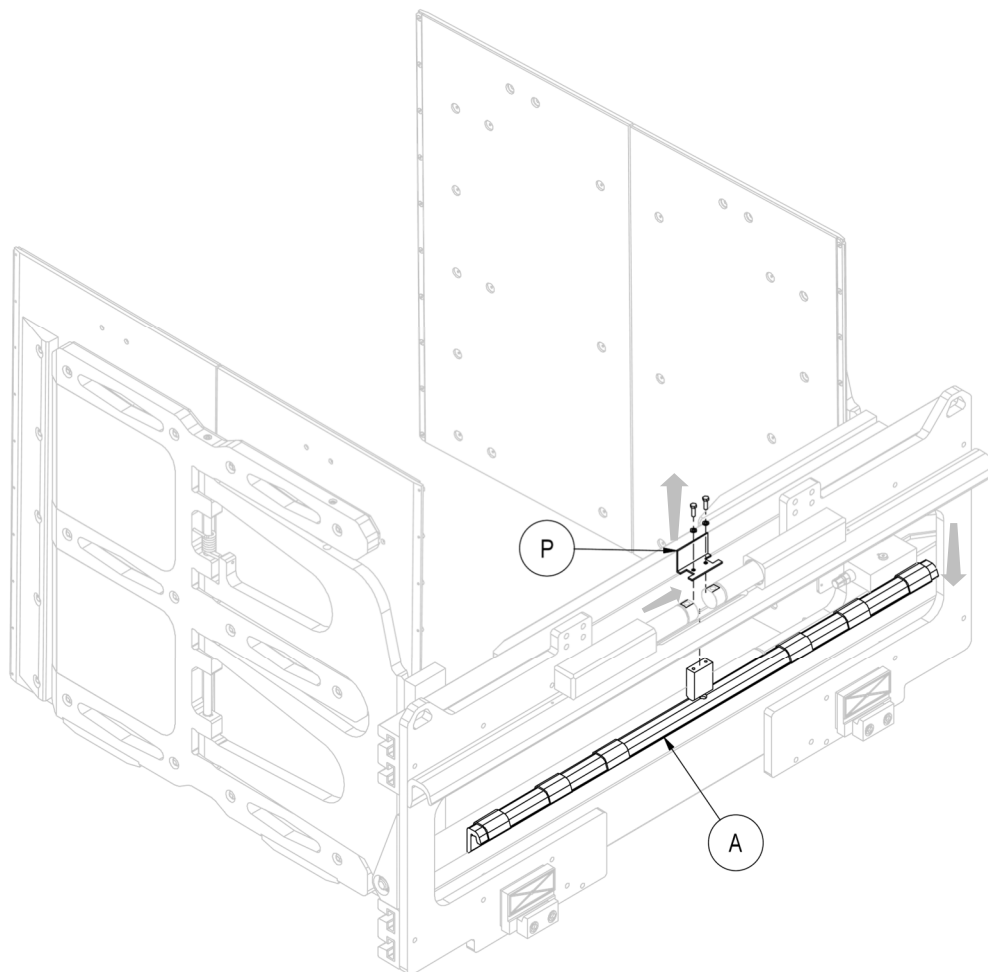
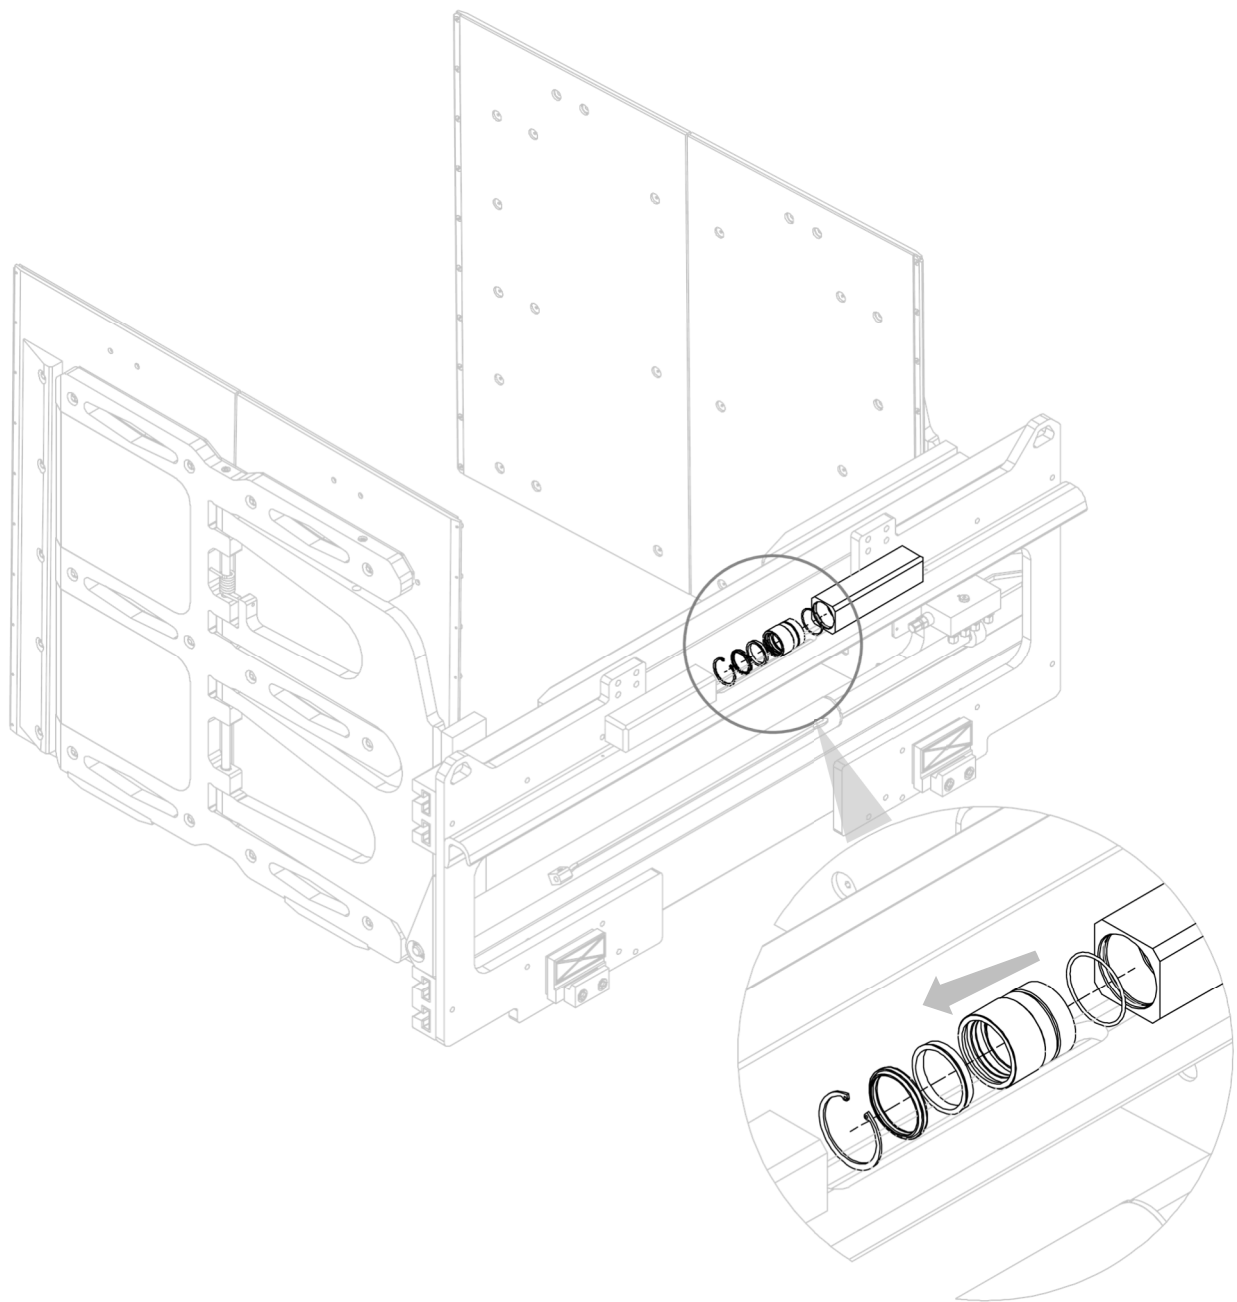

Figura 94
Figura 95
3. Extraer el doble gancho (A) después de retirar el «plegado de protección» (P) con los tornillos correspondientes.
7. Tomar como referencia la *Figura 94* y la *Figura 95*.